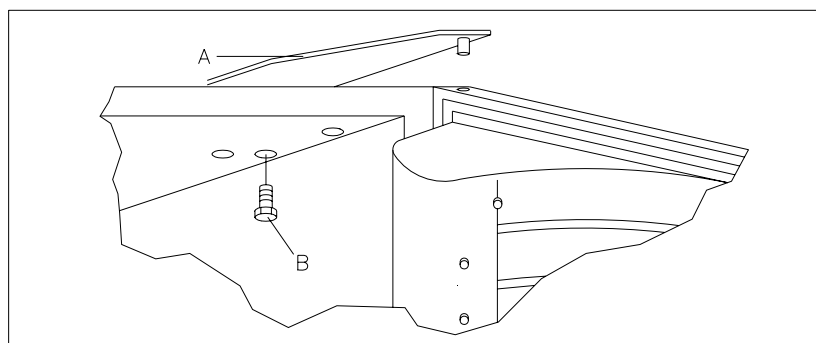

FIG. 15
- 5) Dopo aver tolto tutti i cavi elettrici, segnare la posizione della cerniera superiore della porta e allentare le viti (pos. B) tramite una chiave da 13 mm rimuovendo la piastra (pos. A) FIG. 15.
- 8) Regolare la piastra A FIG. 15 e il blocco serratura della porta per assicurare un corretto allineamento della porta e per regolare la pressione sulla guarnizione della porta.